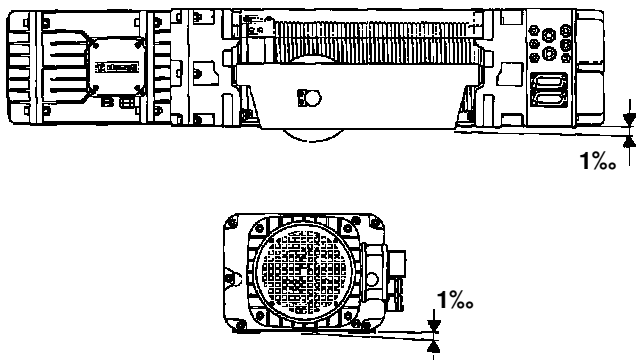

Abb. 26
- **Aufliegende Ausführung** auf einer Oberfläche, an der die Ringschrauben befestigt werden können: **Ebenheitstoleranz zwischen den Auflagepunkten $\leq \pm 1\text{‰}$** . (Abb. 26).